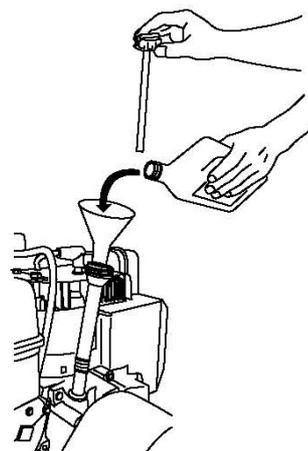

Рисунок 18.
1. Вытащите щуп и **медленно** залейте масло в заливную трубку до маркировки Full на щупе. Не переливайте масло (Рис. 18).